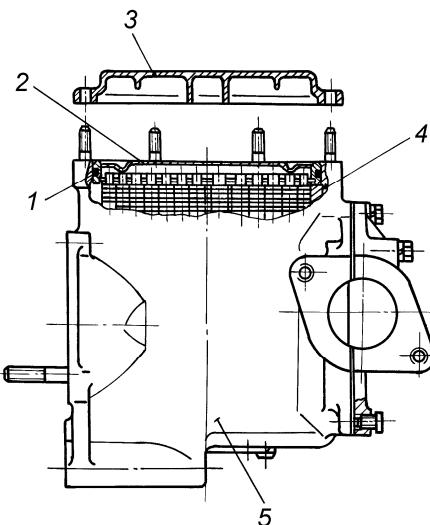

Рис. 14. Снятие и установка защитных сеток охладителя наддувочного воздуха
- 3 Не снимая охладитель с двигателя, отвернуть гайки крепления крышки 3 (рис. 14) охладителя и снять ее.